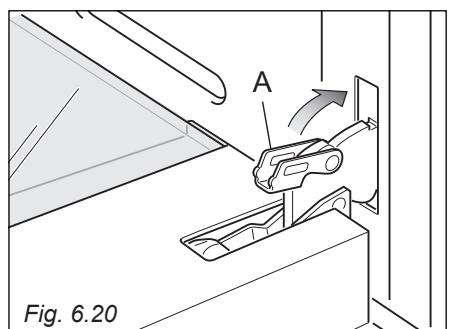

Fig. 6.20
4. Fermer le levier "A" sur les charnières gauche et droite (fig. 6.20).